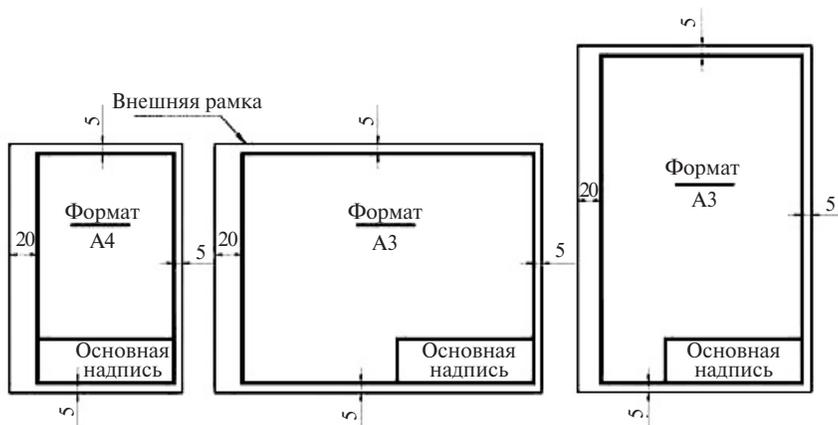
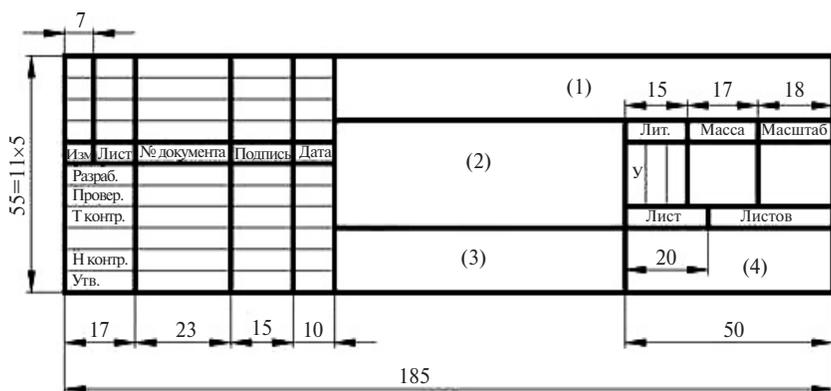

Рис. 1. Расположение рамки на формате
Рис. 2. Основная надпись для чертежей и схем
Листы оформляют рамкой и основной надписью. В соответствии с ГОСТом 2.104-2006, рамка проводится на расстоянии 20 мм от левой границы формата и 5 мм — от трех других сторон (рис. 1).
Рамка выполняется сплошной основной линией. Основную надпись располагают: формат А3 — в правом нижнем углу, формат А4 — вдоль короткой стороны (см. рис. 1). Форма и содержание основной надписи приведены на рисунке 2.
1. На формате А4 в тонких линиях выполнить рамку (см. рис. 1) и основную надпись для чертежей и схем (см. рис. 2).